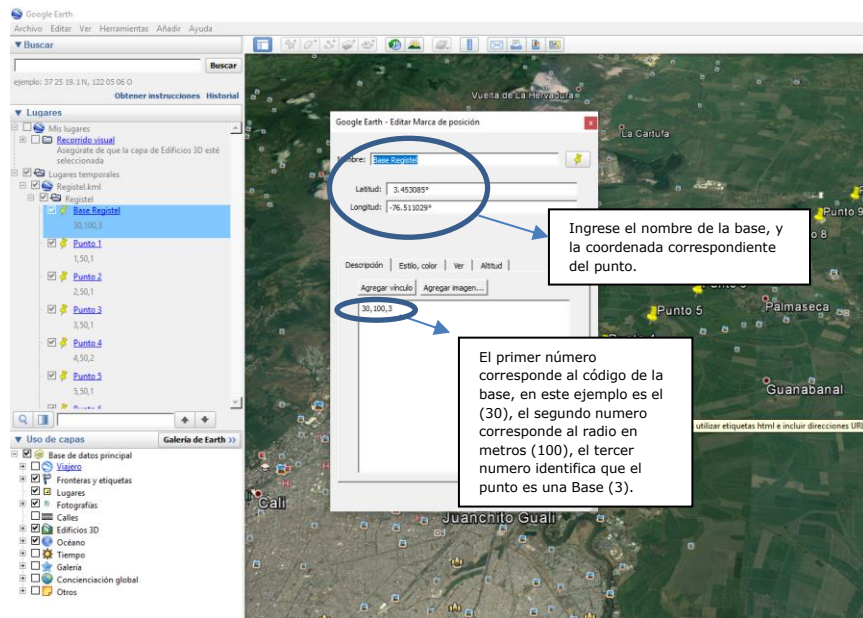

Figura 16.
- Código del punto: El código del punto es un identificador de 1 a 99 y no puede estar repetido con otro punto, por convención generar los puntos pares entre el 30 y 48 se asignan para puntos bases, (ver figura 16).